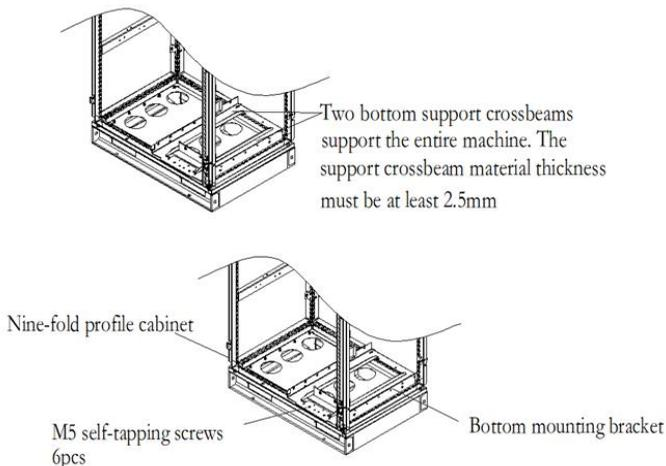

Рис. 4-11 Схема монтажного кронштейна основания 47
2	Закрепите нижние опорные перекладины и монтажный кронштейн в шкафу (см. рис. 4-11). 47
2. Закрепите нижние опорные перекладины и монтажный кронштейн (см. рис. 4-11). 47